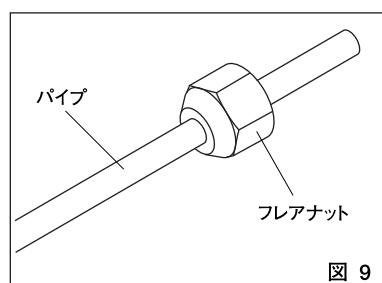

図 9
①パイプと同じサイズのフレアナットを始めにパイプに通してください。(図9)